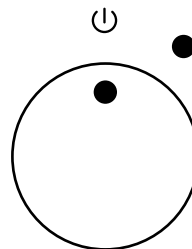
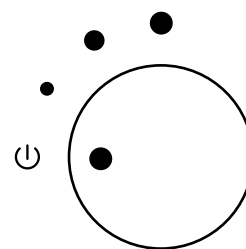

Рис. 4
Рис. 5
Серия WHEL-3... (рис. 4)
Серия WHEL-6... / WHEL-7... (рис. 5) - три режима мощности (LOW, MEDIUM, HIGH)
- Включение нагрева воды производится с помощью переключателя (рис.4; рис.5)